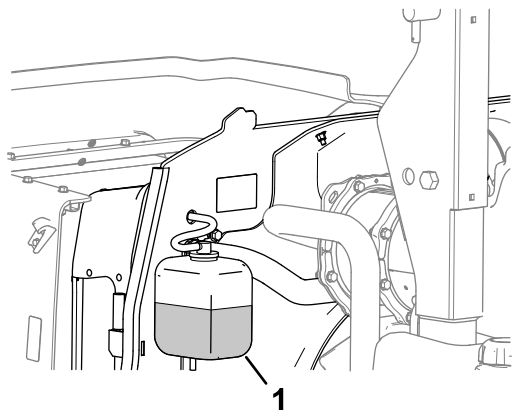

Figura 64
1. Controllate il livello di refrigerante nel serbatoio di espansione (Figura 64).